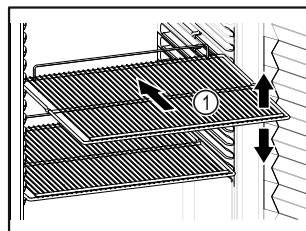

Fig. 40 Representación a modo de ejemplo
- Si los estantes de rejilla Fig. 40 (1) se pueden colocar en distintas posiciones, ajustarlos en altura.